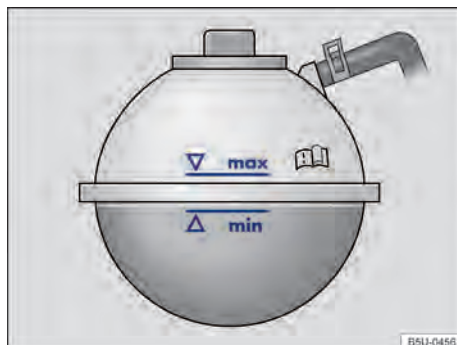

Fig. 197 No compartimento do motor: marcação no reservatório de expansão do líquido de arrefecimento do motor.
- Com o motor frio, verificar o nível do líquido de arrefecimento do motor pela marcação lateral do reservatório → Fig. 197.
- O nível do líquido de arrefecimento do motor deve permanecer dentro da marcação do reservatório → Fig. 197. **Não completar acima da marca "max" → .**
- Completar com líquido de arrefecimento do motor somente até a marca "max" → Fig. 197. Caso contrário, ao aquecer-se, o líquido excedente será expulso do sistema de arrefecimento do motor e poderá causar danos.